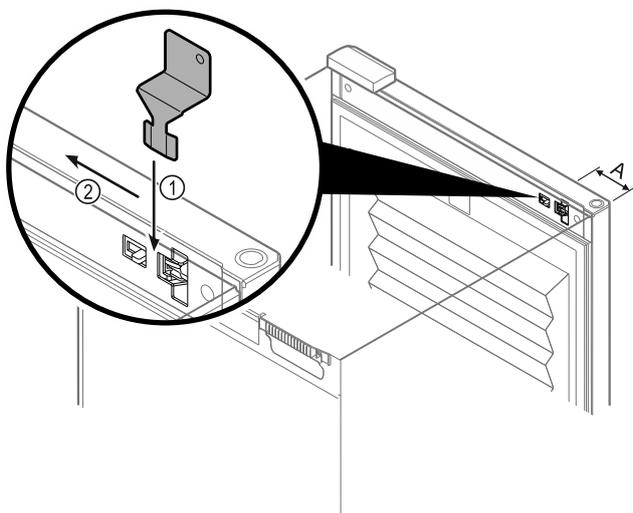

Fig. 138
- ▶ Colocar la llave de desbloqueo de emergencia en el lugar previsto Fig. 138 (A)  $\approx$  100 mm.
- ▶ Introducir desde arriba hasta el tope la llave de desbloqueo de emergencia entre la puerta y el cuerpo del electrodoméstico Fig. 138 (1).
- ▶ Tirar de la llave de desbloqueo de emergencia en dirección al lado de las bisagras Fig. 138 (2).